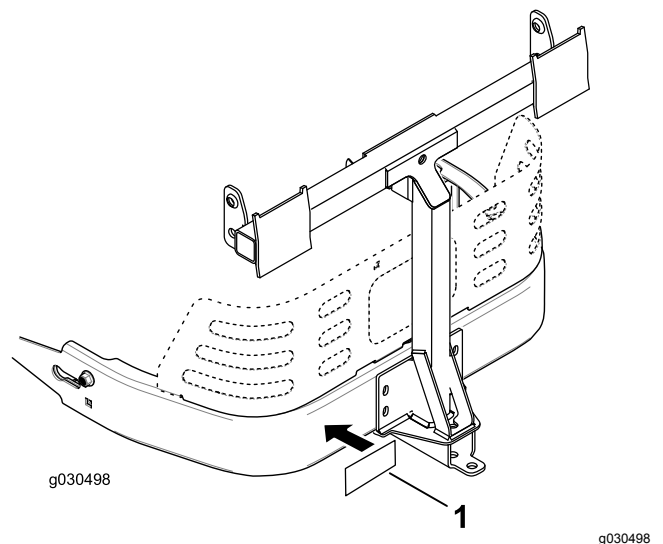

Figure 17
3. Apposez l'autocollant de la barre d'attelage à 1,3 cm sur la gauche du support de fixation d'accessoire (Figure 17)